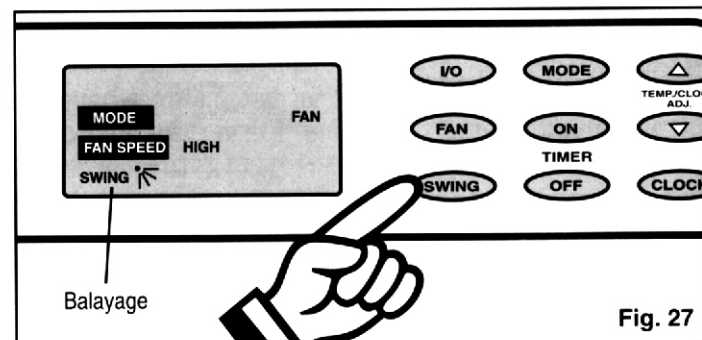

Fig. 27
- 4) Appuyez sur la touche **SWING** pour activer le balayage d'air (oscillation) (le symbole "air swing" est indiqué sur l'**ACL**). *Fig. 27*. Pour arrêter le balayage, appuyez sur la touche **SWING** de nouveau.